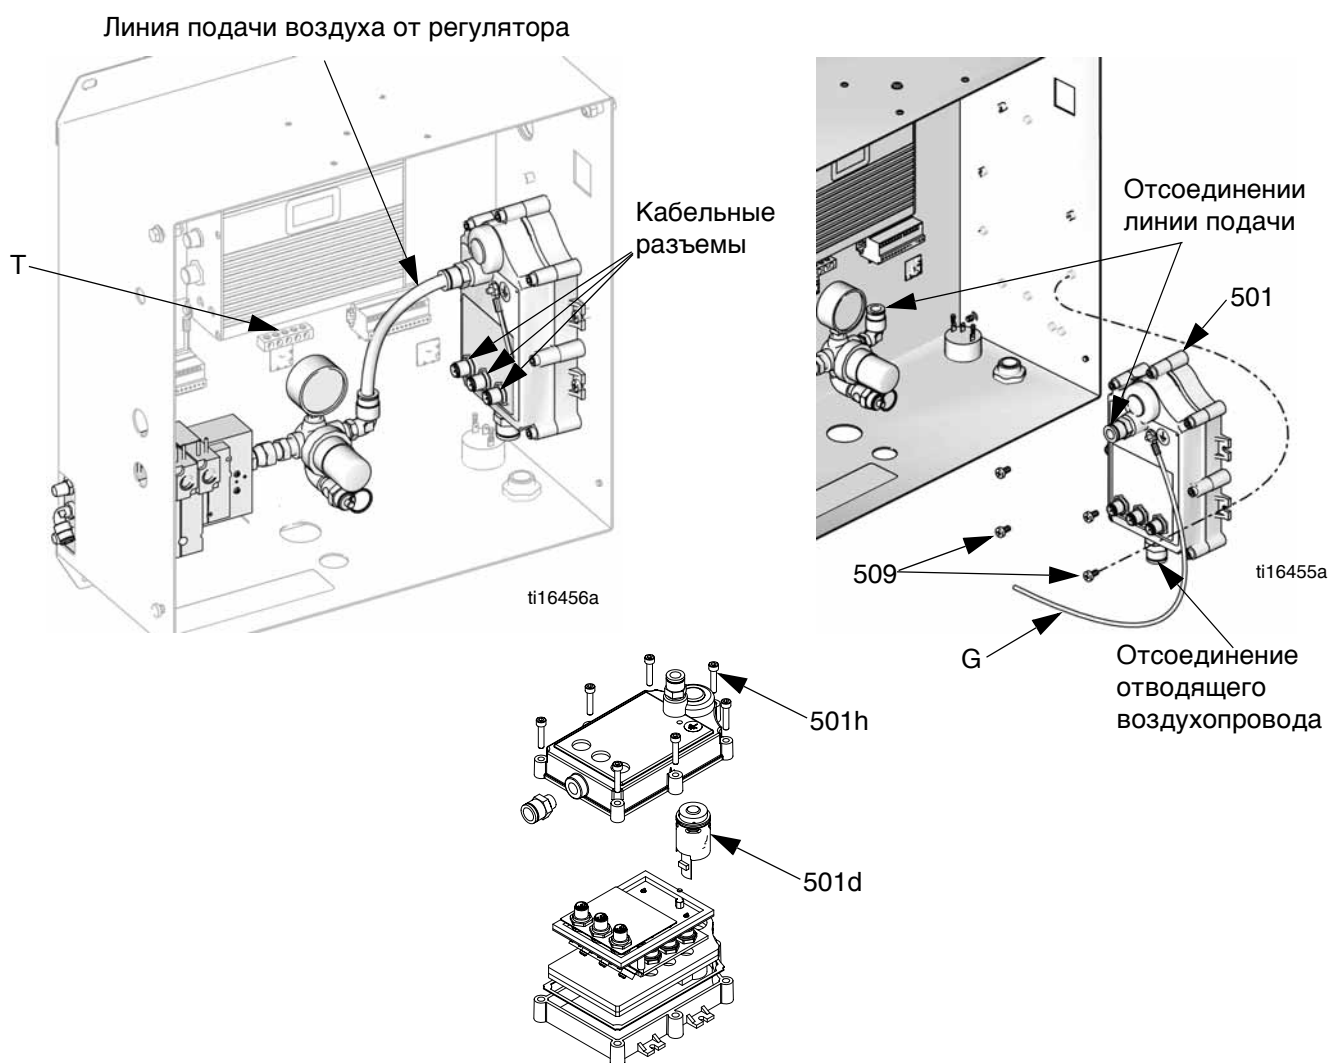

Рис. 9. Демонтаж модуля генератора (и турбины)
3. См. Рис. 9. Отсоедините исходящие соединения кабеля питания от модуля генератора (501). Отсоедините провод заземления (G) от клеммы заземления блока управления (T).
6. Вывинтите четыре болта (509) из креплений, чтобы извлечь генератор из блока управления.